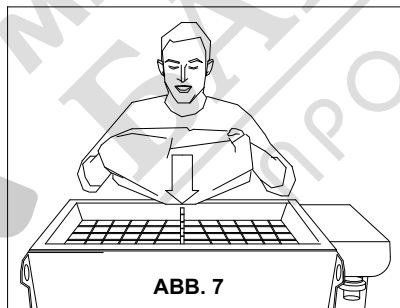

ABB. 7
- Das vorgemischte Trockenmaterial laden. Die Materialsäcke mit einer gewissen Kraft auf den Sacköffner (Bez. 10, Abb. 1) auflegen, die beiden Sackenden anheben und den Inhalt in den Trichter schütten (Abb. 7).